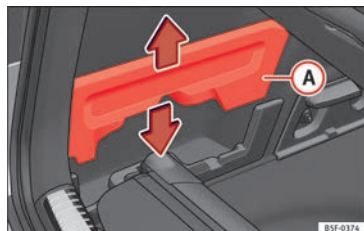

Fig. 169 Dans le coffre à bagages : logement pour ranger la plage arrière.
- Retirez les couvercles » **fig. 169** **A** gauche et droit.